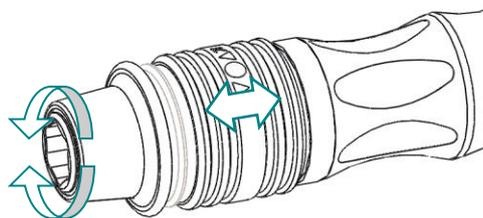

Abbildung 7: Links- und Rechts-Drehung der Ratsche mit Verstellung der Stellhülse
- Die Ratsche wird mit dem Finger mindestens eine volle Umdrehung in der freidrehenden Richtung gedreht. Anschließend muss die Drehstellung der Stellhülse auf die entgegengesetzte Seite gebracht werden und mindestens eine volle Umdrehung in die andere Richtung ausgeführt werden (Abbildung 7).